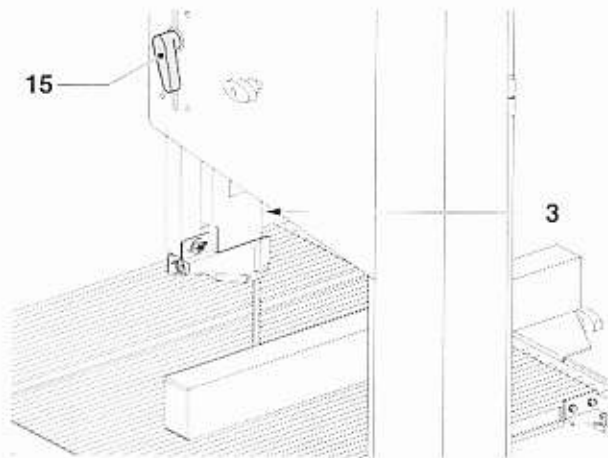

Figure M1
CHANGEMENT DE VITESSE (FIG. M1 - M2)
La scie à ruban possède deux vitesses. La vitesse inférieure est obtenue avec la courroie d'entraînement (33) sur la petite poulie d'entraînement (34). La vitesse supérieure est obtenue avec la courroie d'entraînement (33) sur la grande poulie d'entraînement (35) (fig. M1). Héférez-vous aux données techniques pour connaître les caractéristiques des vitesses.